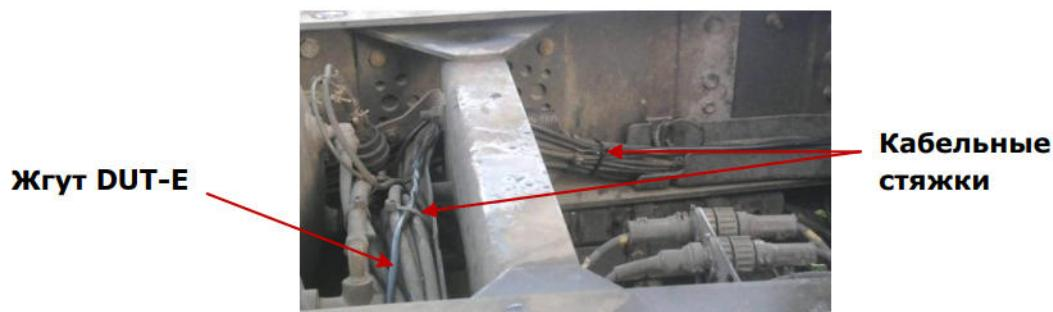

Рисунок 15 – Укладка жгута DUT-E
- 3) Жгут DUT-E **настоятельно рекомендуется** укладывать в местах штатной электропроводки ТС с обязательной фиксацией его положения кабельными стяжками каждые 50 см (см. рисунок 15).